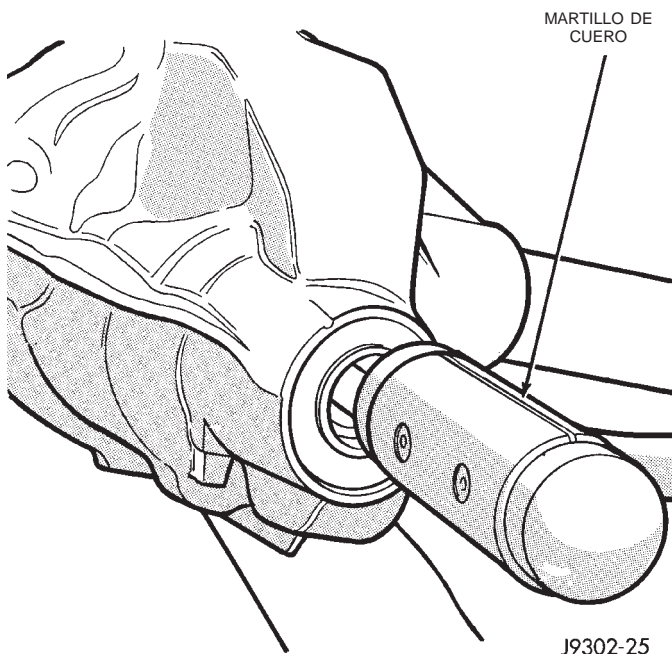

Fig. 19 Desmontaje del piñón satélite
(11) Retire el piñón satélite de la caja (Fig. 19). Recoja el piñón con la mano para evitar que caiga y se dañe.
(12) Retire el separador plegable del eje del piñón.